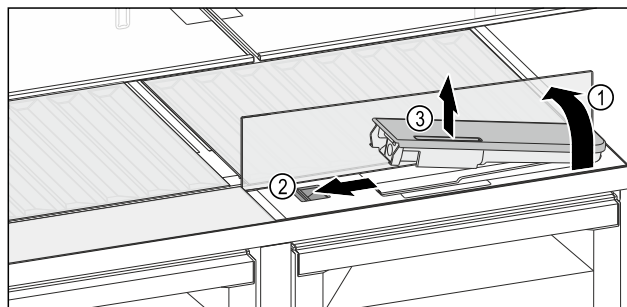

Fig. 144
- Sollevare il ripiano di vetro e ribaltarlo all'indietro fino all'arresto Fig. 144 (1).
- Spostare il cursore Fig. 144 (2) a sinistra.
- Rimuovere il serbatoio dell'acqua Fig. 144 (3).